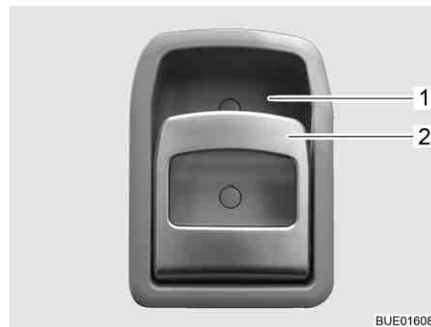

Bild 46 Dörrlås ingångsdörr, insida
- Drag i handtaget (Bild 46,2). Dörrlåset låses upp respektive öppnas.
- Tryck handtagets (Bild 46,2) övre del i riktning mot greppkåpan (Bild 46,1). Dörrlåset låses.